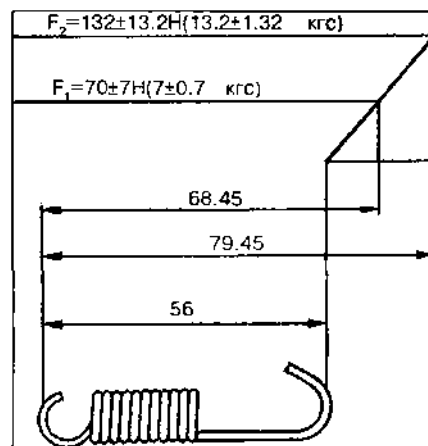

Рис. 2.7.3. Пружина ролика натяжного.
8. Проверить пружину ролика натяжного. При уменьшении нижнего предела силы F_2 на 5 % пружину заменить (рис. 2.7.3).